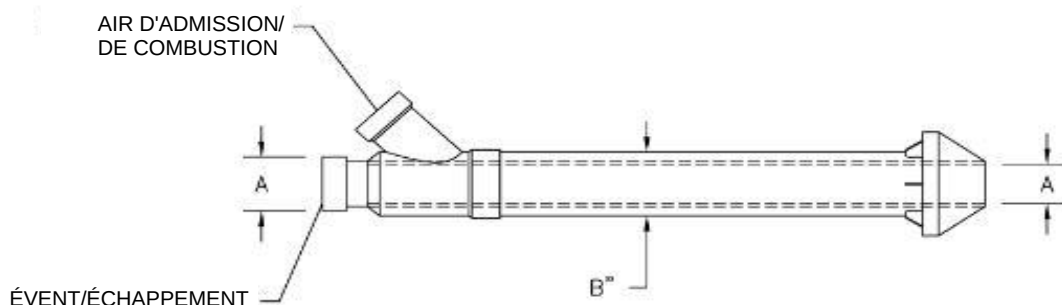

Figure 20 - Disposition dimensionnelle des ensembles de ventilation concentrique 3" et 4
1. Familiarisez-vous avec les ensembles de ventilation coaxiale approuvés par IPEX, comme indiqué dans le tableau 4 et les figures 20 à 22.